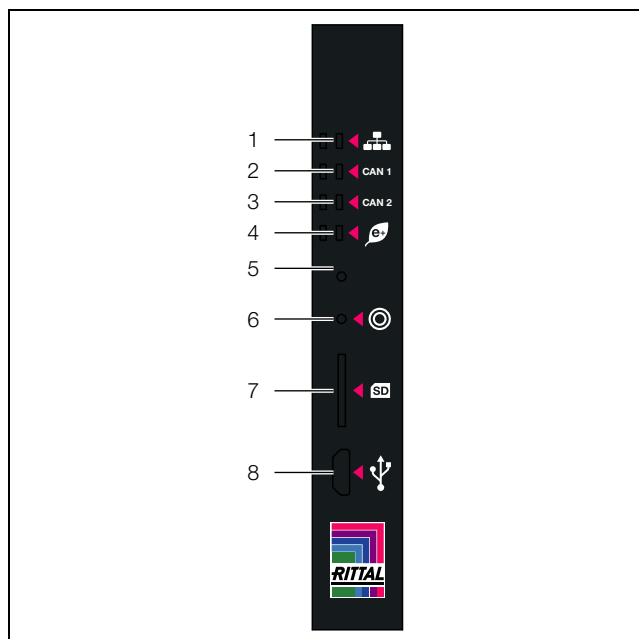

Fig. 8 : face avant de l'interface IoT
1. en actionnant brièvement la touche correspondante (fig. 8, pos. 6) sur l'interface IoT (symbole circulaire). Cela valide simultanément tous les messages d'alarme.